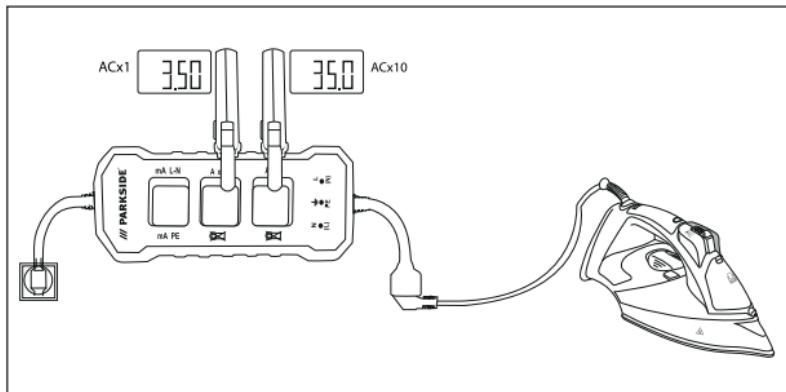

Fig. 1
- 1) Branchez la fiche Schuko ❸ de l'appareil sur une prise secteur.
- 2) Reliez la fiche secteur du terminal à la prise de raccordement Schuko ❹.
- 3) Placez la pince ampèremétrique autour des points de mesure **A x1** ❻ ou **A x10** ❼, et mettez le terminal en marche.
- 4) Lisez les valeurs du courant de ligne sur l'anneau **A x1** ❻ ou divisez la valeur lue de l'anneau **A x10** ❼ par 10 (voir fig. 1)